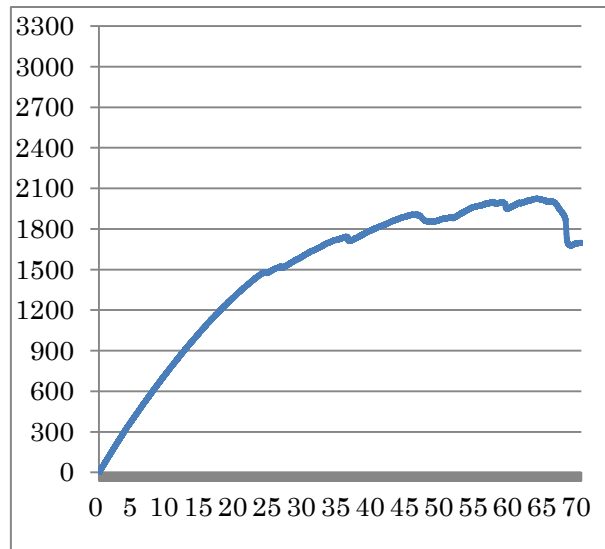

図5 和瓦引張試験荷重たわみ線図例
- a) たわみ量が直線に近い穏やかな曲線で推移している範囲で想定する最大の許容たわみ量を設定し、その際の試験荷重 (N) を応力たわみ線図より読み取る。(図5では1300N程度)
- b) 読み取った試験荷重 (N) に対して安全率 (1.5~2.0 程度が一般的) を考慮した値を金具一つの試験方向 (引張, 引き倒し, 横ずれ) での許容荷重とする。